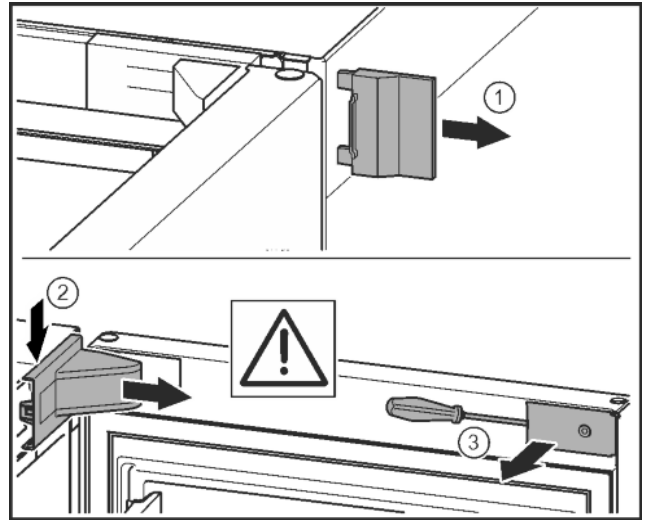

Fig. 9
- Buitenste afdekking verwijderen. Fig. 9 (1)
- Lagerbusafdekking ontgrendelen en losmaken. Afdekking van de lagerbus verwijderen. Fig. 9 (2)
- Paneel met de sleufschroevendraaier losmaken en naar de zijkant draaien. Fig. 9 (3)